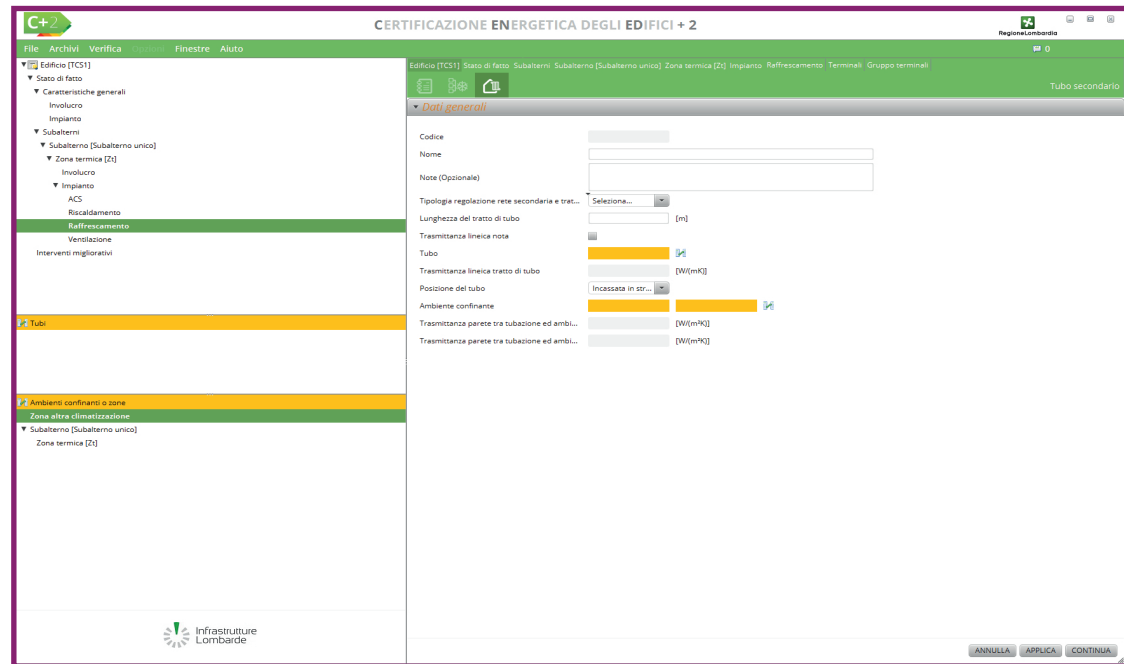

Figura E.39\_Schermata “Subalterno - Zona termica- Impianto” - Raffrescamento - Circuito secondario - Tubazioni
- **Tratti di circuito secondario metodo analitico** la selezione della casella permette di visualizzare la sezione **Circuito secondario [C]** in cui è possibile definire le caratteristiche della pompa di circolazione nonché le tubazioni del circuito selezionando il pulsante “Nuova tubazione” per visualizzare la schermata di inserimento (**Figura E.39**) in cui compilare i seguenti campi: